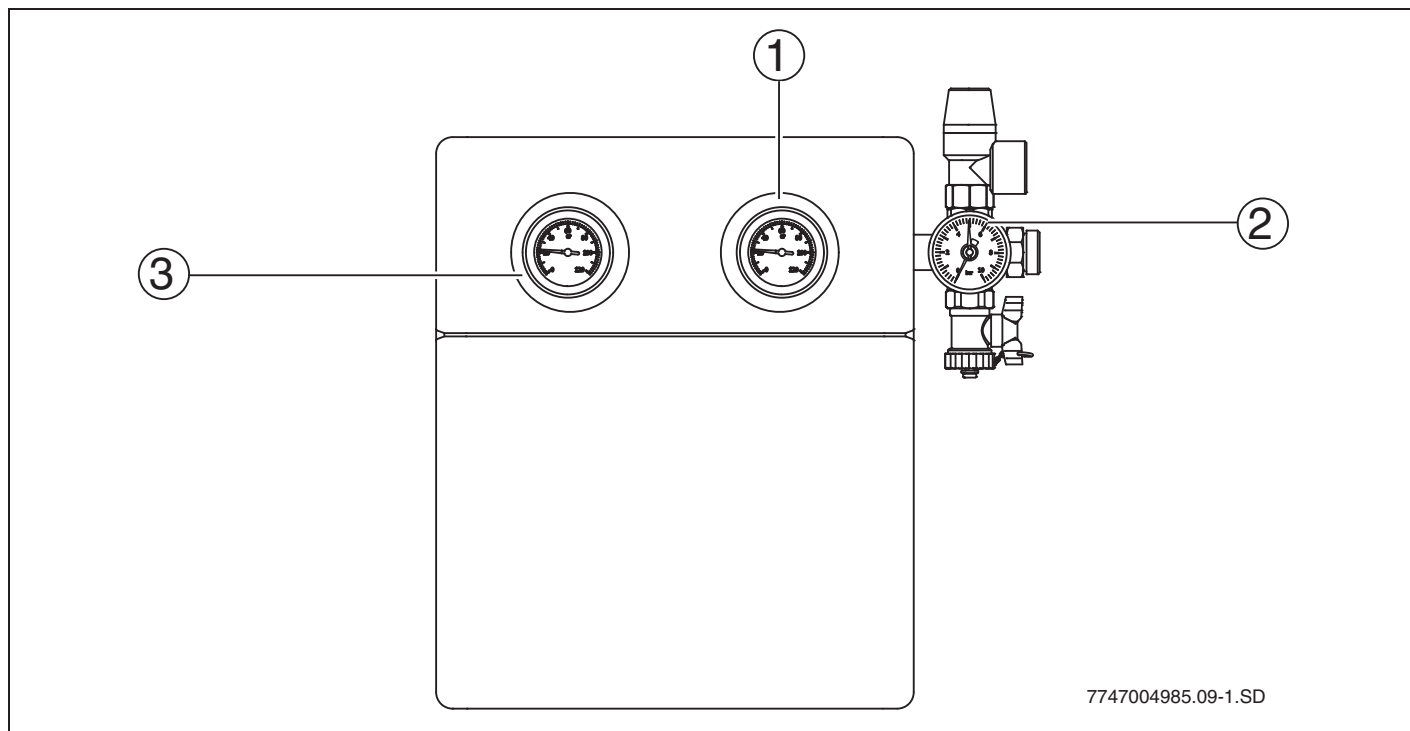

Рис. 7 Насосная станция
- Термометры (→ рис. 7, поз. 1 и 3): встроенные термометры показывают температуру обратной линии солнечного коллектора (синий) и подающей линии (красный).
- Манометр (→ рис. 7, поз. 2): манометр показывает рабочее давление.